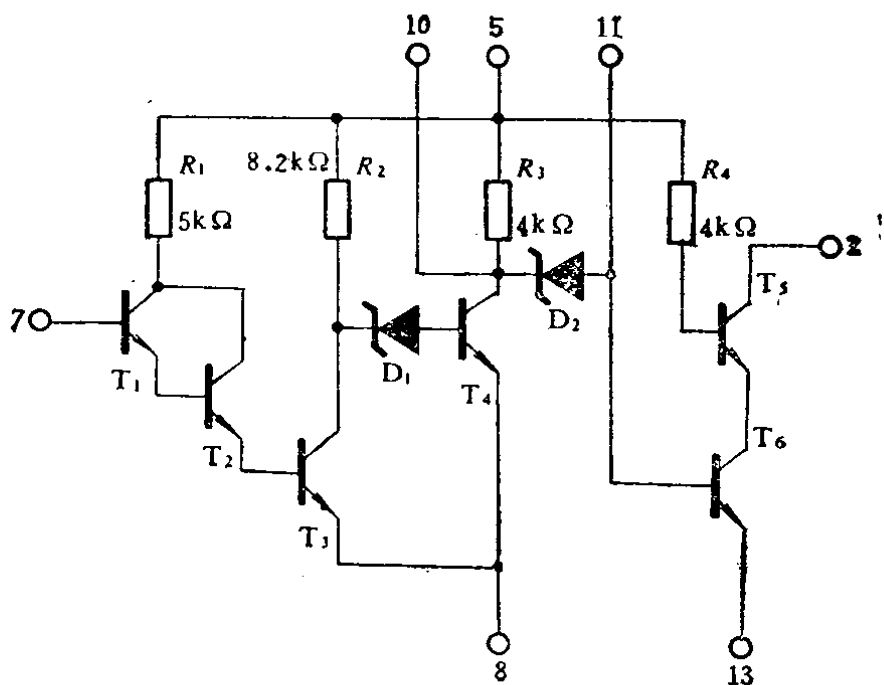
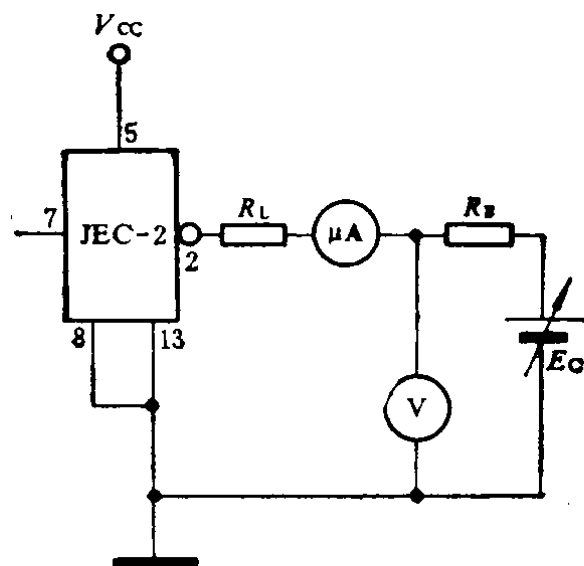

图 2
图 9
JEC-2 型集成电路的内部电路见图 2。它的结构是由三级反相器组成。所谓反相器，就是输出信号电位是输入信号电位的否定。比如给输入端加入一个高电位信号，在电路的输出端则可获得一个正好相反的低电位信号。
串联，只有 A 端“与” B 端都为高电位时，灯 D 才能被点燃，而在其他条件下，D 是不亮的。由此可知，当决定某一件事的各种条件全部具备之后，这件事才发生，这种因果关系就称之为“与”的关系，满足这种关系的电路称为“与门”电路。读者在明白了上述道理之后，就不难看出图 2 中的 T_5 、 T_6 的“与门”关系了。但这里的 T_5 的基极是通过 R_4 固定接在 V_{CC} 上的，因而 JEC-2 的输出端（即 T_5 集电极）的电位的变化，主要是由 T_6 基极电位来决定，只有当 T_6 基极电位“与” T_5 基极电位一样都为高电位时，②脚才能输出低电位。本集成电路之所以采取 T_5 、 T_6 串联的形式，这是因为一则有利于抗干扰，二则有利于输出管截止时能承受较高的电压。
输出反向击穿电压实质上是指输出管 T_5 、 T_6 的集电结反向击穿电压(参看图 2)。测试电路如图 9 所示。 E_C 为 $0 \sim 50\text{V}$ 可调稳压电源。为避免雪崩击穿后损坏管子应加限流电阻 R_B 调节 E_C 使它的输出电压从 0V 逐渐升高，这时微安表的读数也随之增大。当微安表指示到 $200\mu\text{A}$ ，此时的电压表⑤的读数即为输出反向击穿电压 BV_{CER} 。通常，JEC-2 的